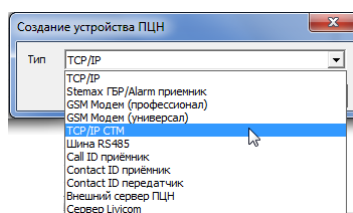

Рис. 7.4. Создание карточки устройства
- 4) В открывшемся окне *Создание устройства ПЦН* выберите тип создаваемого устройства и нажмите кнопку *ОК* (Рис. 7.4). В результате будет создана карточка устройства.